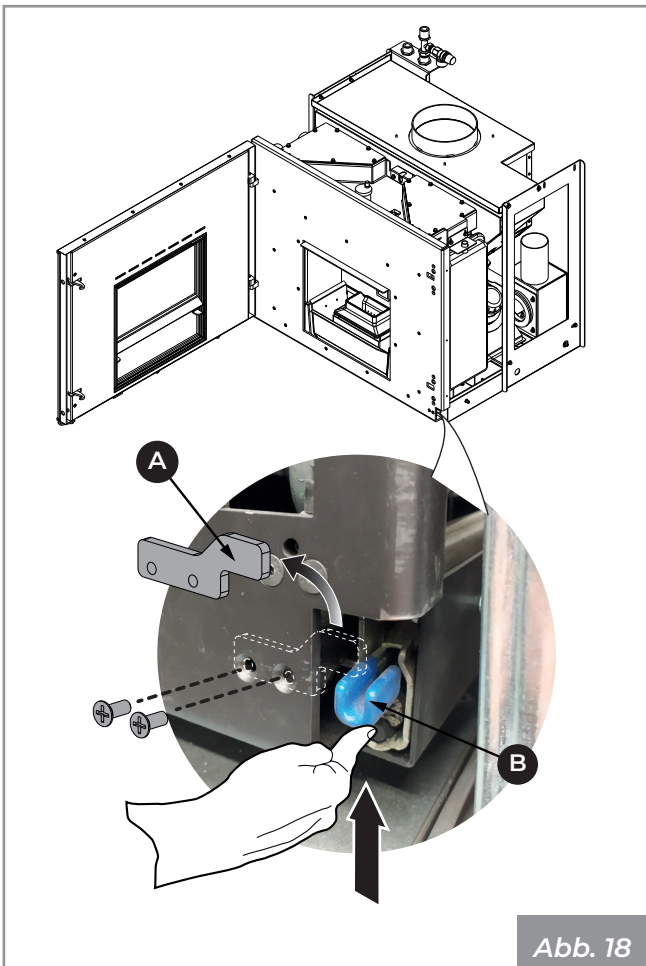

Abb. 18
Gehen Sie wie folgt vor, um den Ofen herauszuziehen (**Abb. 18**):
- Den Sicherheitsbügel durch Herausdrehen der beiden Befestigungsschrauben (A - **Abb. 18**) entfernen;
- Den Hebel zum Entriegeln des Schiebers anheben (B - **Abb. 18**) und die Maschine herausziehen;
- Den Sicherheitsbügel wieder aufsetzen und mit den beiden Schrauben (**A - Abb. 18**) befestigen